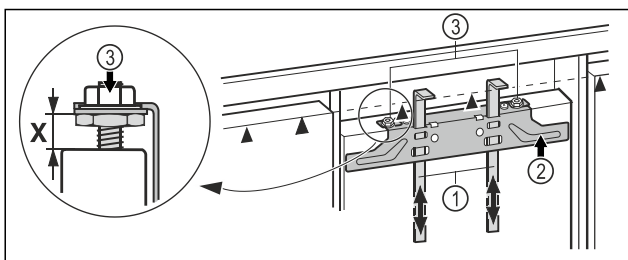

Fig. 18
- ▶ Skub monteringshjælpe midlerne Fig. 18 (1) op til møbeldørshøjde. Nederste stopkant ▲ for monteringshjælpe midlet = overkant af den møbeldør, der skal monteres.
- ▶ Skru fastgørelsestraversen Fig. 18 (2) af via kontramøtrikkerne Fig. 18 (3).